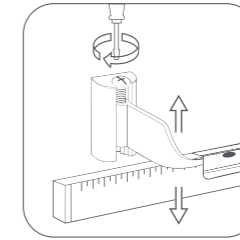

рис. 4
**Для того, чтобы идеально ровно смонтировать радиатор на стену, используйте оригинальные регулируемые кронштейны Royal Thermo (рис. 4).**